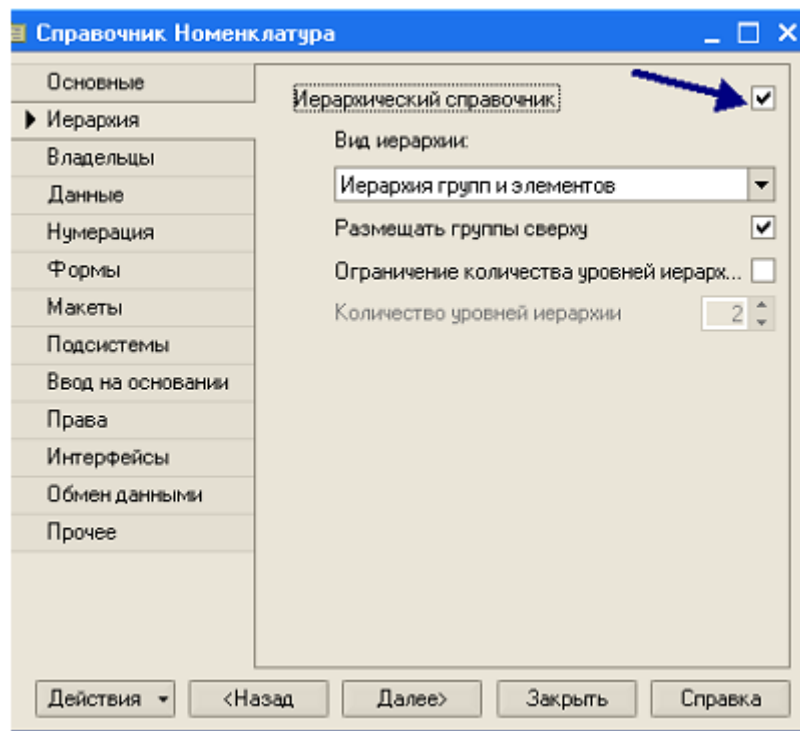

Рис. 30
- перейдите на закладку *Иерархия* и установите флажок *Иерархический справочник* (рис.30);